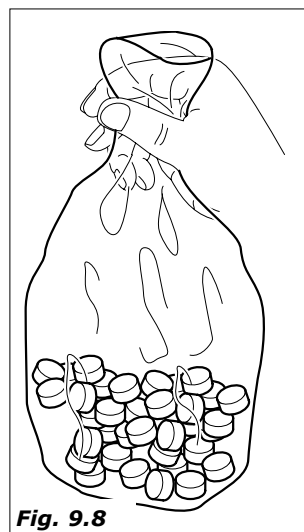

Fig.9.8
- sustituir la bolsa de los posos de café,(versiones de café en grano) (Fig.9.8)